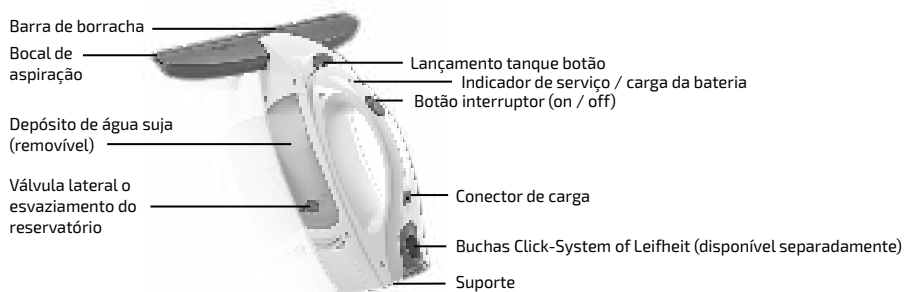

Figura 2: Os diferentes componentes do limpa-vidros
- Coloque a máquina na base (ver Figura 2) e adie até a próxima utilização.